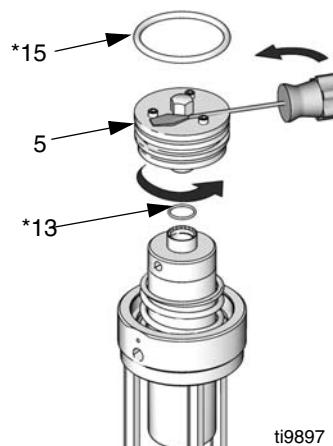
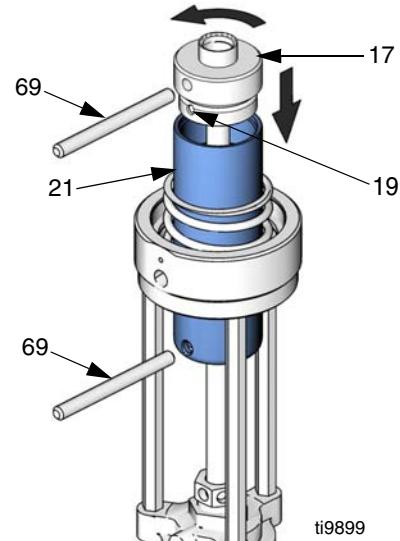

Рис.11
Рис.12
- 2 Отвинтите наконечник воздушного поршня (5). Если необходимо дополнительное поворотное усилие - введите острое отвертка между головками винтов (16) и шестигранной головкой (9). Проверьте уплотнительные кольца (13\* и 15\*) на наличие повреждений и, если нужно, замените их. Проверьте, чтобы уплотнительное кольцо (13\*) было расположено надлежащим образом и не зажималось. См. Рис.11.
- 3 введите штифт (69) в отверстие поршня, чтобы блокировать его. Воспользуйтесь вторым штифтом (69),
чтобы отвинтить крышку поршня (17) и отделить её от поршня (21), открыв доступ к установочному штифту (19). См. Рис.12.
См. "Ремонт пневмодвигателя", опер.2 и 3 (Рис.11 и Рис.12) для конкретных указаний по повторной сборке.